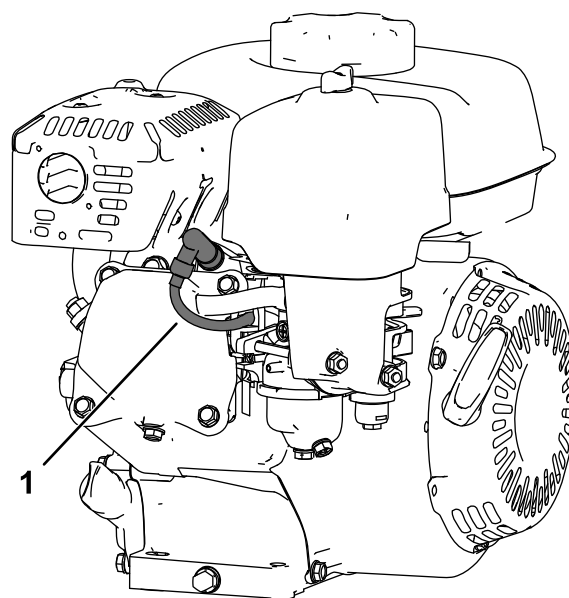

Рисунок 13
5. Отсоедините провод свечи зажигания (Рисунок 13).